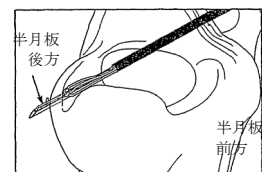

図3
4. ニードルを半月板に貫通させ、1個目のインプラントが半月板後方、もしくは関節包に出るまでニードルを挿入する。（図3参照）